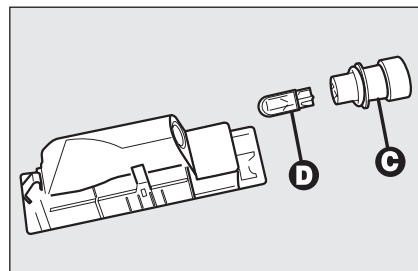

fig. 37
- ☐ estrarre il portalampada **C-fig. 37** facendolo ruotare leggermente e sostituire la lampada **D** inserita a pressione.